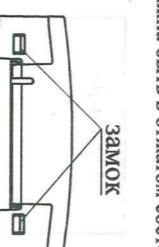

Рисунок 3
6.8 Для установки ИПР необходимо отсоединить корпус от основания, нажав отверткой на замок (Рисунок 3). При этом кнопка должна быть в отжатом состоянии.